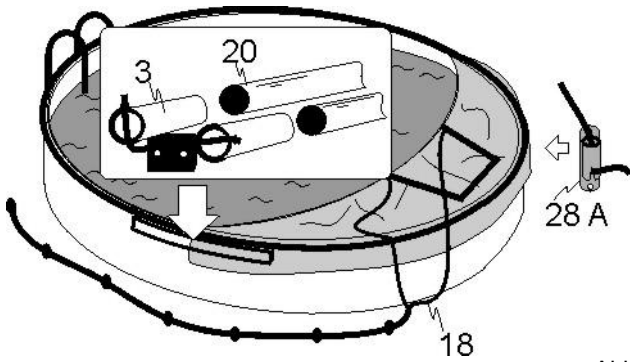

Abb. 7.1
Aufziehen (Abb. 7.1 bis 7.4)
- Den Cabrio Dome an den Rand gegenüber der Einstiegsleiter legen und darauf achten, dass sich die Seite mit der Tür und dem Zugseil (18) oben befindet (Abb. 7.1).
- An beiden Seiten die Bögen (20) in die Einsteckhülsen (3) stecken. **Den untenliegenden Bogen in die rechte Einsteckhülse und den obenliegenden Bogen in die linke Einsteckhülse einstecken, sofern sich die Einstiegsleiter an der linken Seite befindet.** Sollte sich die Leiter auf der rechten Seite befinden, genau umgekehrt anwenden.